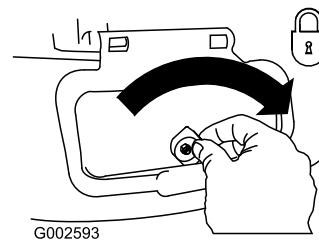

Рисунок 39
- Установите боковой желоб для выброса и закройте дверцу на желобе (Рисунок 39).